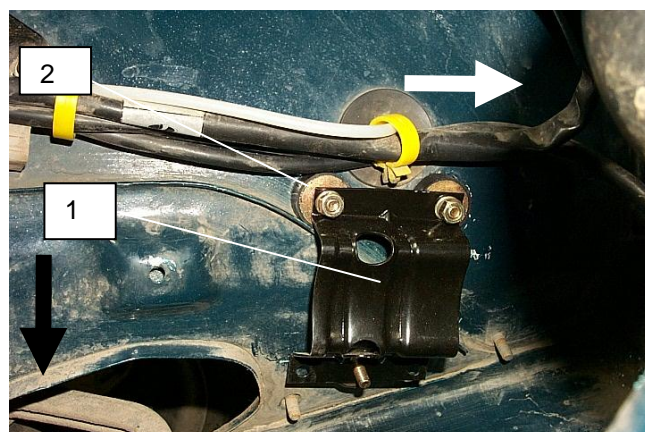

Рис.2
- снять кронштейн с отопителя и приложить его к месту установки как показано на **рис.2.**